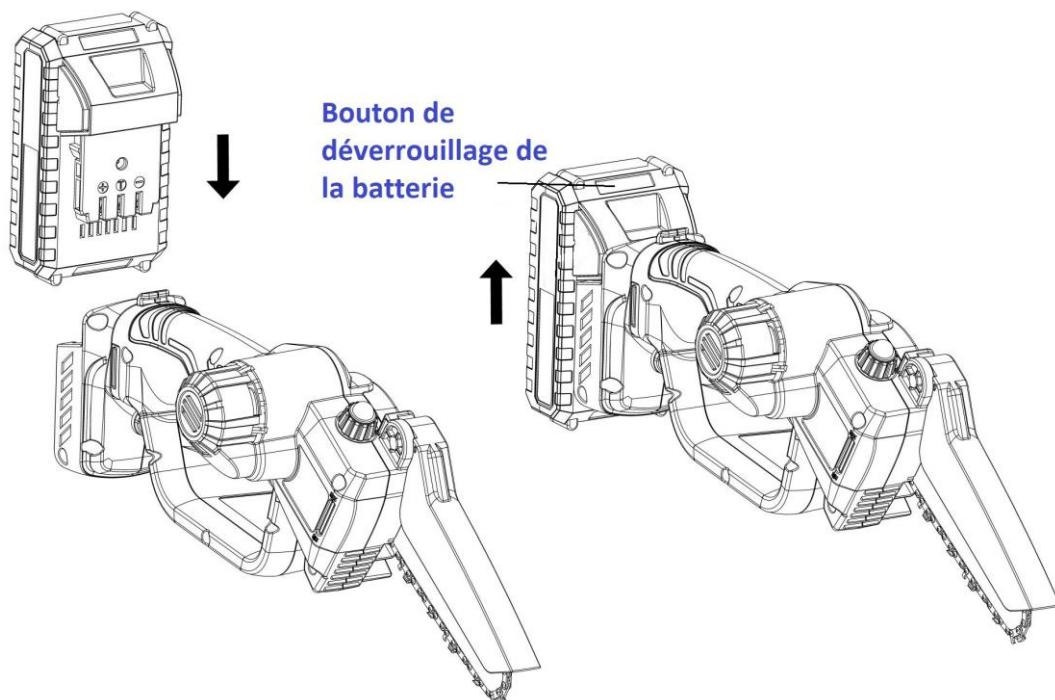

Fig. 3
4.5- Installation/retrait de la batterie (Fig. 3)
- Pour installer la batterie (7), insérez complètement la batterie dans le compartiment de la batterie.
- Pour retirer la batterie, appuyez sur le bouton de déverrouillage de la batterie (6), puis retirez la batterie.